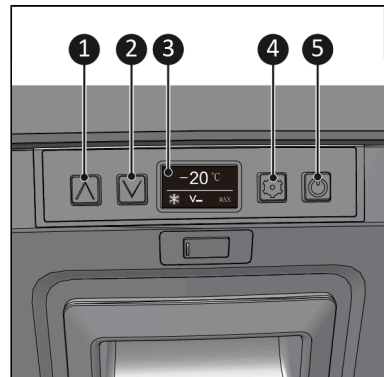

Abbildung 21.
1. Halten Sie den EIN-/AUS-Schalter (Abbildung 21, Pos. 5) für 5 Sekunden gedrückt.
1. Drücken Sie den Schalter „Temperatur erhöhen“ oder „Temperatur senken“ (Abbildung 21, Pos. 1 und 2), um die gewünschte Temperatur einzustellen.
1. Drücken Sie den Schalter Einstellungen (Abbildung 21, Pos. 4) bis °C oder °F blinkt.
1. Drücken Sie den Schalter Einstellungen (Abbildung 21, Pos. 4) bis  $V_-$ ,  $V=$  oder  $V\equiv$  blinkt.
1. Drücken Sie den Schalter Einstellungen (Abbildung 21, Pos. 4) bis MAX oder ECO blinkt.
1. Schalten Sie das Gerät aus, indem Sie den EIN-/AUS-Schalter (Abbildung 21, Pos. 5) für 5 Sekunden gedrückt halten.